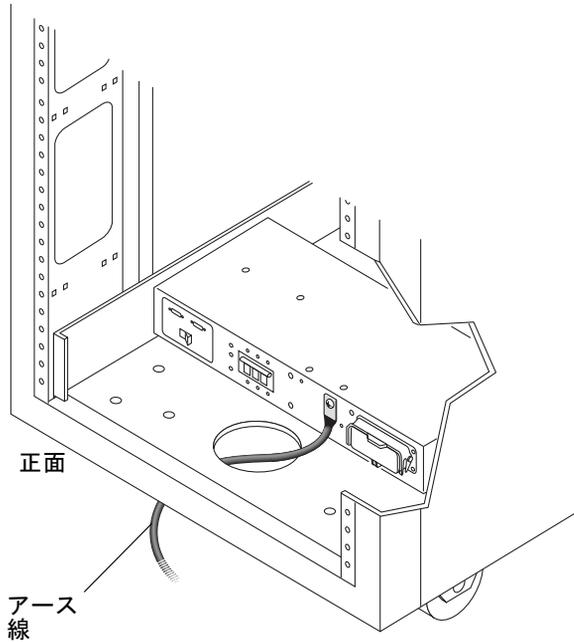

図 2-14 正面の AC 電源シーケンサへのアース線の接続
5. アース線の一端をキャビネットの正面の AC 電源シーケンサに接続します (図 2-14)。キャビネット底面の穴にケーブルを通します。